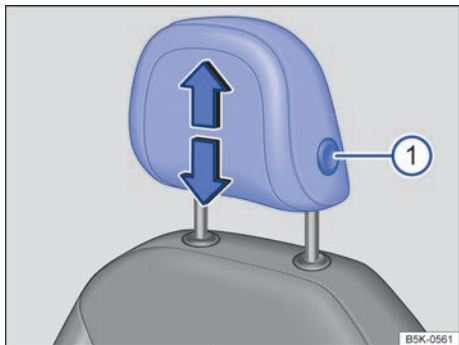

Fig. 66 Apoyacabezas delantero: retirar.
- Retirar el apoyacabezas con el botón → fig. 66 Ⓛ presionado.
- Empujar hacia abajo totalmente el apoyacabezas con el botón → fig. 66 Ⓛ presionado.